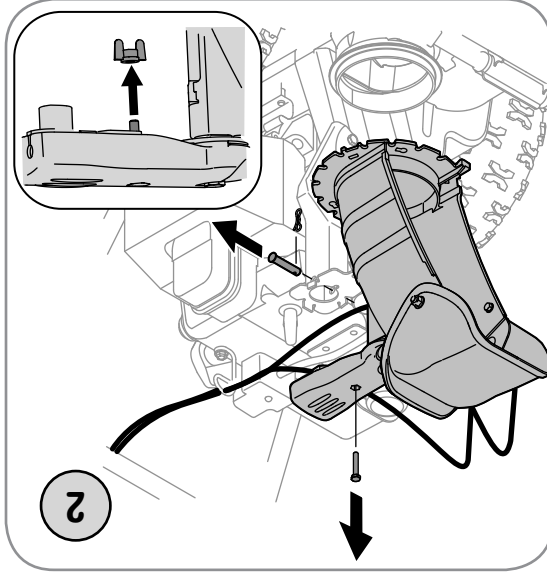

Figure 2
2. Retirez l'écrou à oreilles et la vis hex. qui se trouvent sur la commande de la goupille ainsi que la goupille fendue et l'axe de chape sur le support de la goupille. Voir la Figure 2. Positionnez la goupille (tournee vers l'avant) sur sa base.